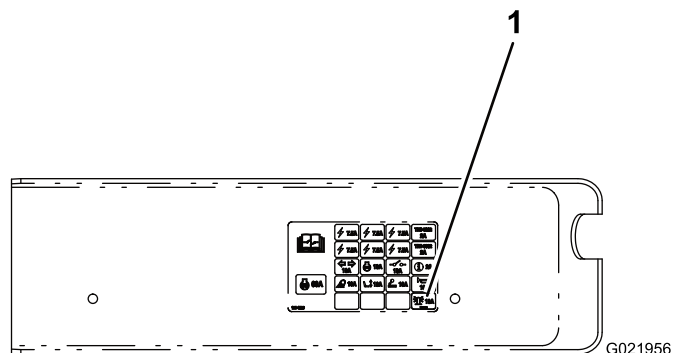

Figure 8
2. Apposez l'autocollant du gyrophare sur l'autocollant du porte-fusibles à l'emplacement indiqué à la (Figure 8). Vérifiez que la surface est propre et sèche avant d'y placer l'autocollant.